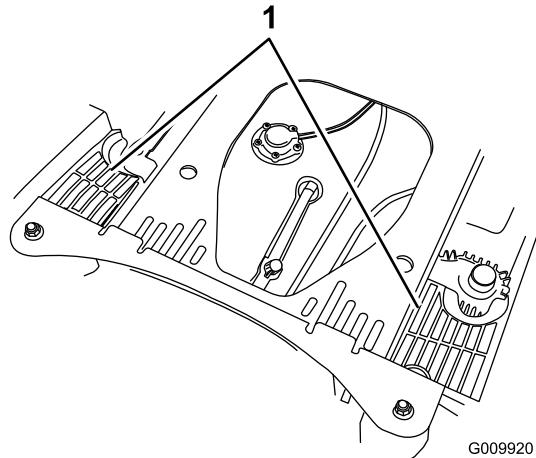

Figure 75
4. Débarrassez les carénages de l'unité hydraulique de l'herbe et des débris accumulés (Figure 75).